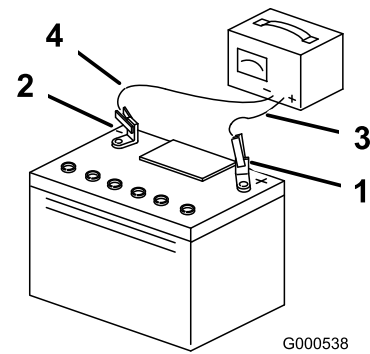

Figura 42
4. Quando la batteria è completamente carica, staccate il caricabatterie dalla presa elettrica e scollegate i cavi di ricarica dai poli della batteria (Figura 42).